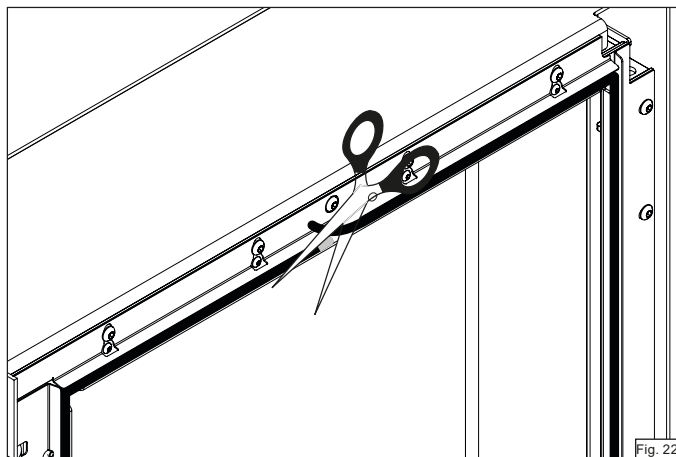
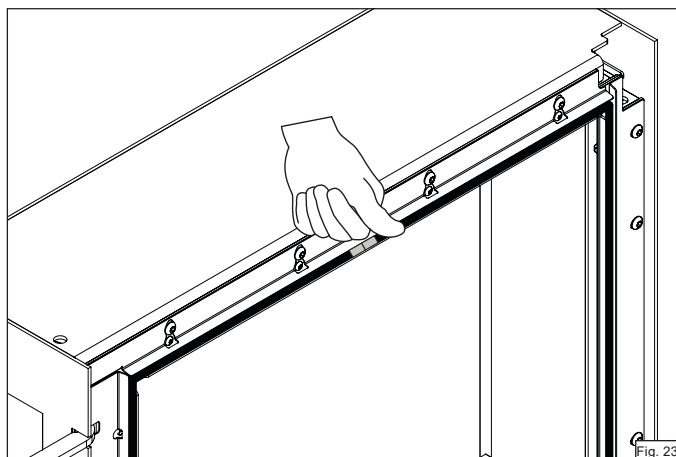
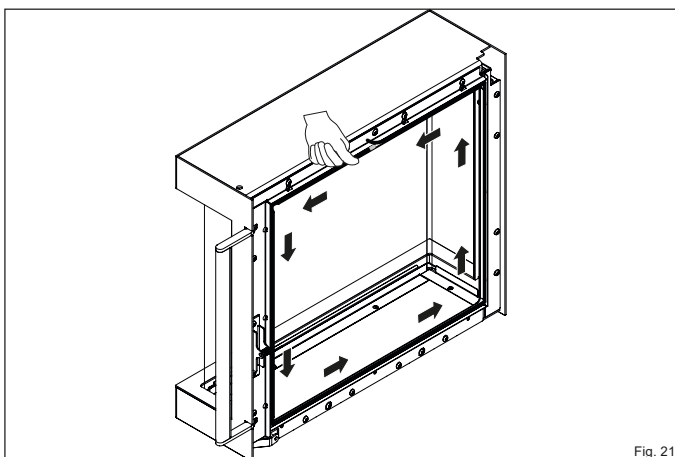

Fig. 22
Fig. 23
Fig. 21
- ▶ Commencez à poser le joint au milieu du guide, dans la zone supérieure de la porte du foyer. Appuyez uniformément sur le joint dans le guide (Fig. 21). Laissez dépasser l'extrémité un peu et coupez le joint à ras (Fig. 22).
- ▶ Enveloppez également l'extrémité avec du ruban de cuivre (Fig. 21) et appuyez sur le joint dans le guide (Fig. 23).